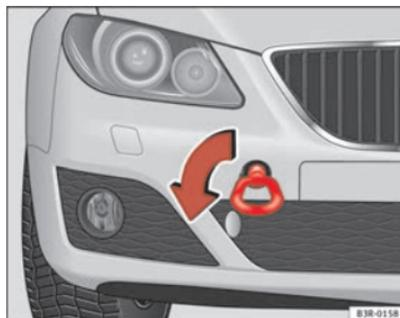

Abb. 244 Einschrauben der Abschleppöse vorne am Fahrzeug
- Die Abschleppöse nach *links* in die vom Pfeil gezeigten Richtung einschrauben ⇒ Seite 302, Abb. 244. ■